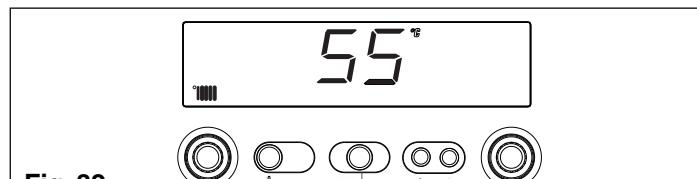

Fig. 32
**Info 3** visualiza a temperatura de aquecimento definida (fig. 32)